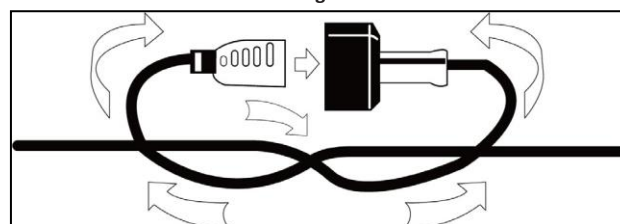

Fig. 3
3. Fare un nodo con il cavo di alimentazione e la prolunga, come illustrato nella Fig. 3.